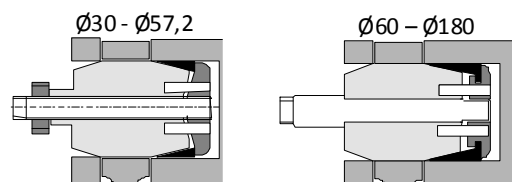

Fig. 2a
Gjelder for Bondura 6.1 Ø30 – Ø57,2: Skru av mutter på senterakslingen, og ta av låseplate og konhylsen i den enden bolten betjenes fra. Sett på mutter og monter bolten i leddet (se fig.2a).
Gjelder for Bondura 6.1 Ø60 – Ø180: Fjern låseplaten og konhylsen i den enden bolten betjenes fra og monter bolten i leddet (se fig.2a).
**Monteres bolten usentrert kan konhylsen "bunne" i innfestningen før ekspansjon er fullført. Bolten vil da være delvis løs, og kan "klippe" konskruene og låseskrue (se fig. 2a og 2b).**